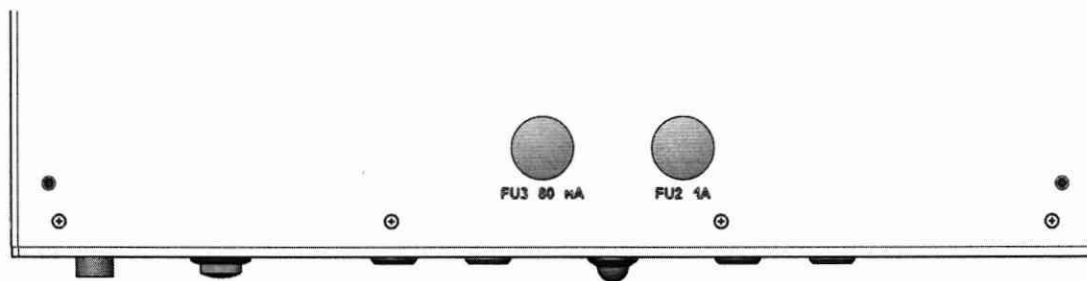

Рисунок 1.5
Для защиты входов «+Eo/+Io» и «-Eo/-Io» от перегрузки по току предназначен плавкий предохранитель FU2 с током срабатывания 1 А. Доступ к предохранителю осуществляется через отверстие в днище УПЭМ, закрытое пластиковой заглушкой (Рисунок 1.5).
При измерении сопротивления постоянному току ток опроса формируется источником опорного тока УПЭМ. Для защиты выхода источника опорного тока от воздействия внешнего напряжения предназначен плавкий предохранитель FU3 с током срабатывания 80 мА. Доступ к предохранителю осуществляется через отверстие в днище УПЭМ, закрытое пластиковой заглушкой (Рисунок 1.5).
1.5.1.4 В днище УПЭМ расположены два отверстия, закрытые пластиковыми крышками, через которые осуществляется доступ к плавким предохранителям (Рисунок 1.5):